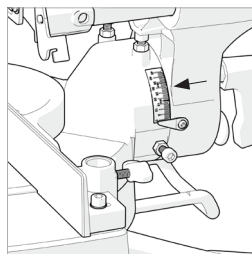

Fig. 34
- Inclíne el cabezal de corte hasta el ángulo requerido. Se facilita una escala graduada con fines de asistencia para el ajuste. (**Fig. 34**).